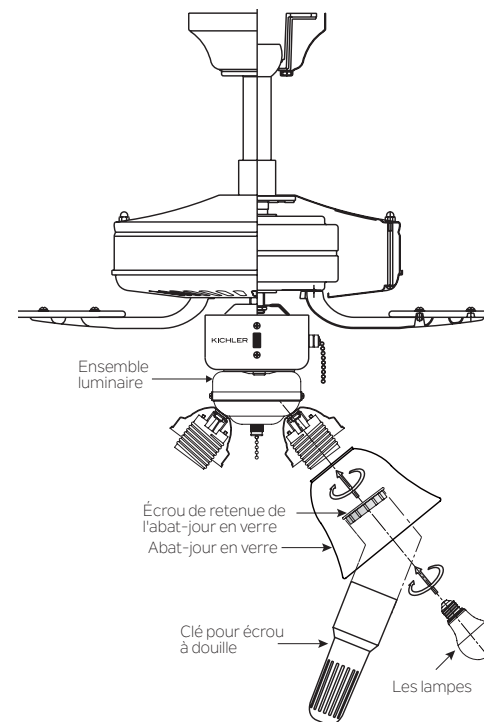

Fig. 3
1. Retirez l'écrou de retenue de l'abat-jour en verre de chaque douille. Insérez un abat-jour en verre (non inclus) dans le porte-verre, puis remettez en place et serrez l'écrou de retenue jusqu'à ce qu'il soit bien serré. Répétez cette procédure pour les nuances de verre restantes. (Fig.3)
2. Installez des lampes LED E26 de 4,9 watts (fournies), une dans chaque douille de luminaire. (Fig.3)